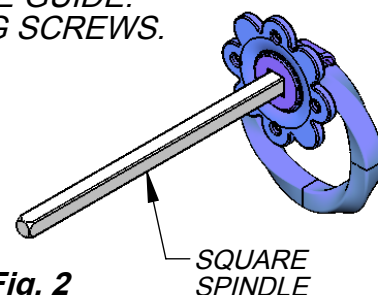

Fig. 2
- 2) CUT THE SQUARE SPINDLE (Fig.2) TO APPROX. 1" LONGER THAN THE GATE THICKNESS.